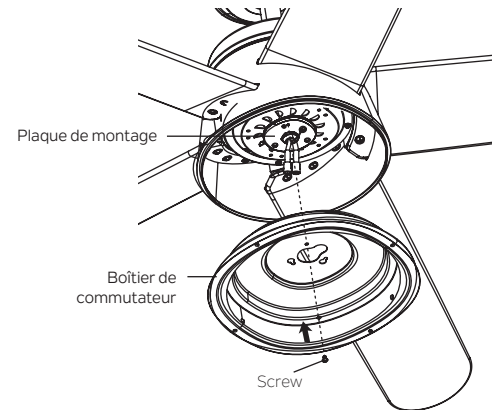

Fig. 20
**Étape 2.** Placez les deux trous de fente sur le boîtier du commutateur sur les 2 vis précédemment desserrées depuis la plaque de montage. Faites pivoter le boîtier du commutateur jusqu'à ce qu'il se verrouille en place à l'extrémité étroite des trous de clé. Fixez en serrant les 2 vis précédemment desserrées et celle précédemment retirée. (Fig. 20)